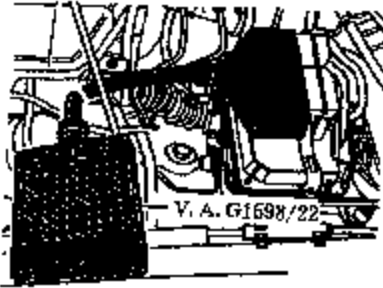

图 5-5 连接检测盒
- (4) 松开并拉下控制单元前部的插头。
- (5) 把检测盒 V.A.G1598/22 同线束前部的接头连接起来，如图 5-5 所示。按相应的修理说明完成检查。
如二极管检测灯不闪亮，应把发动机控制单元的线束同 V.A.G1598/22 检测盒接上（图 5-5），检测发动机控制单元与对应的喷油器插头的端子之间是否断路或短路。1、2、3、4 缸喷油器导线插头端子 2 分别与检测盒上的端子 73、80、58、65 对应。